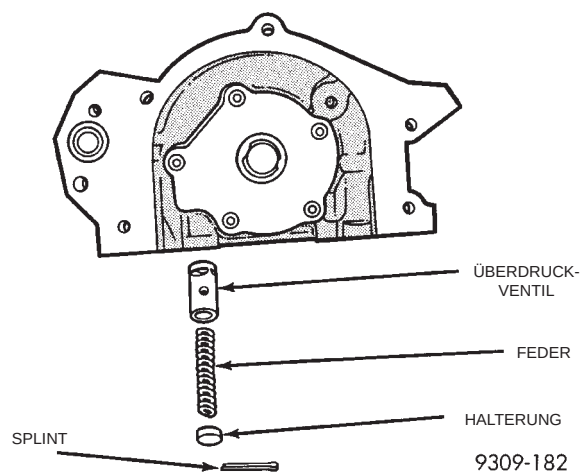

Abb. 103 Ölüberdruckventil
(1) Zum Ausbau des Überdruckventils wie folgt vorgehen:
(2) Splint herausnehmen. Ein 3,2 mm (1/8 Zoll) starkes Loch in die Halterung des Überdruckventils bohren und eine Blechschraube in die Halterung eindrehen.
(3) Schraube in einen Schraubstock spannen und Ölpumpengehäuse abstützen. Halterung durch leichte Schläge mit einem Kunststoffhammer abklopfen. Halterung entsorgen und Feder sowie Überdruckventil herausnehmen (Abb. 103).